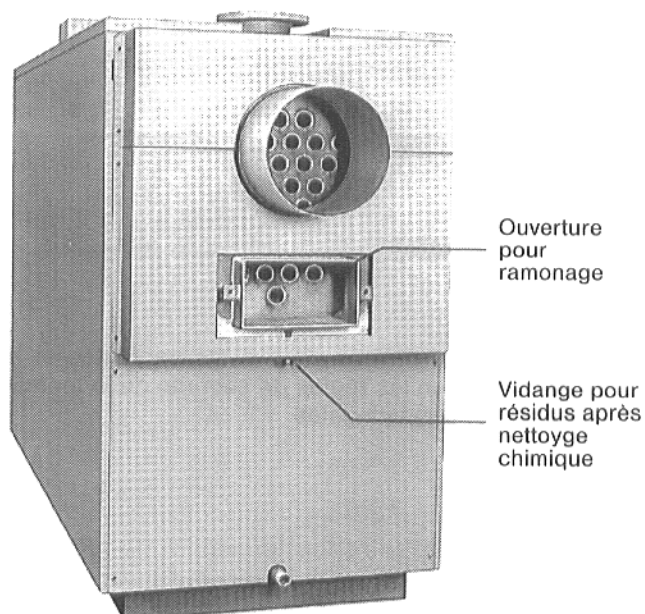

Fig. 22
10. Replacer les turbulateurs dans les surfaces de chauffe secondaires de façon à ce que la tôle de butée soit horizontale (fig. 22).